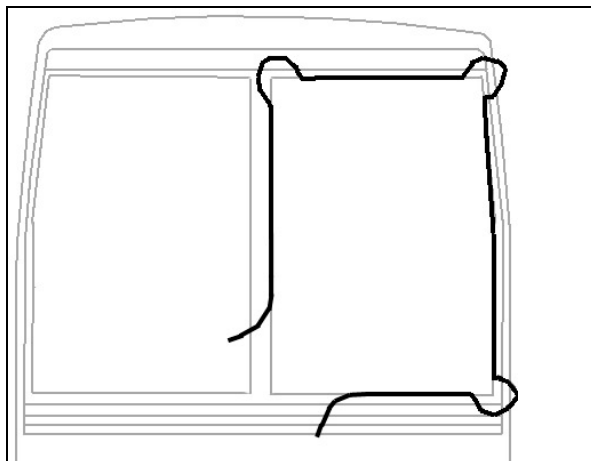

FIGURE 93 : INSTALLATION DU PARE-BRISE À L'AIDE D'UNE CORDE
- o Insérer une corde dans la pièce extrudée en laissant assez de longueur à chaque extrémité pour faire une boucle. Vaporiser de l'eau savonneuse sur la corde et la pièce extrudée en caoutchouc (Figure 93).